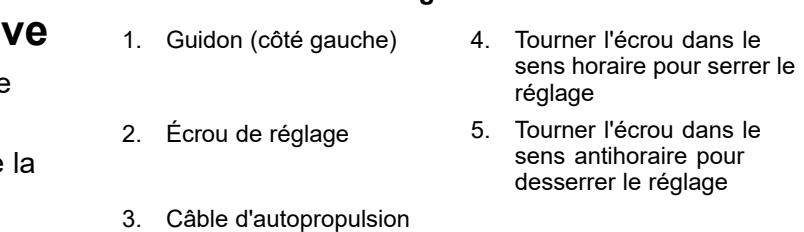

Figure 35
2. Ajustez la tension du câble (Figure 35) en le tirant en arrière ou en le poussant en avant puis en le maintenant à cette position.
1. Tournez l'écrou de réglage dans le sens antihoraire pour desserrer le réglage du câble (Figure 35).